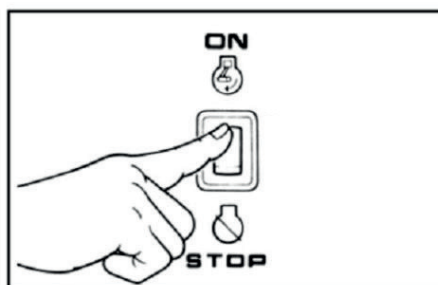

рис. 6
- Поставьте выключатель зажигания в положение «ON» (Рисунок 6)